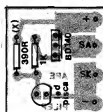

Fig. 5
- FIG. 5 - CHAPEADO DA MONTAGEM - A plaquinha de Circuito Impresso agora é vista pelo seu lado **não** cobreado, ainda em tamanho natural (para facilitar ao máximo a interpretação...). As 4 peças do núcleo do circuito